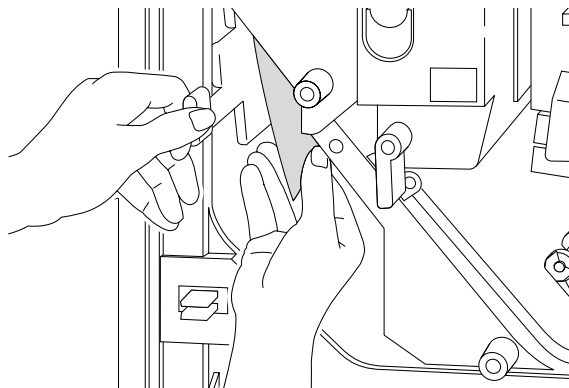

Figura 3-58 Rimozione della carta inceppata dall'area di inversione
4. Rimuovere la carta inceppata, come mostrato nella Figura 3-58.
1. Aprire la porta anteriore e rimuovere la carta inceppata eventualmente presente nell'area di inversione, come mostrato nella Figura 3-58.